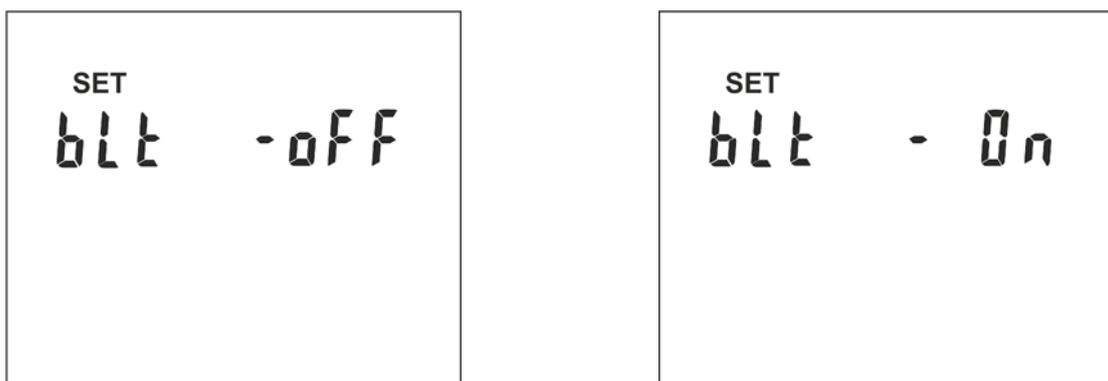

Fig. 4: Configuration du rétroéclairage de l'écran
3. Appuyer sur les boutons fléchés ← ou → pour passer à la configuration du rétroéclairage de l'écran. La page-écran Fig. 4 – partie gauche s'affiche à l'écran